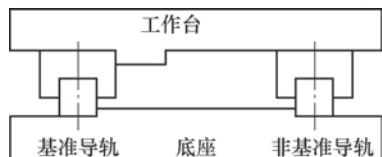

图 1
(1) 正装(见图1),适用于受冲击、振动大的切削加工机床,导轨和滑块的侧面均采用压板压紧,防止松动,保持精度稳定。水平安装是最简单的装配